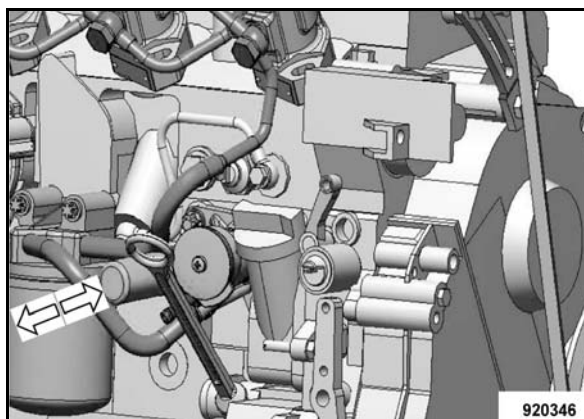

Fig. 200
- Per la disaerazione, azionare la pompa a mano (Fig. 200) fino a quando si avverte una forte resistenza e si è generata una pressione.